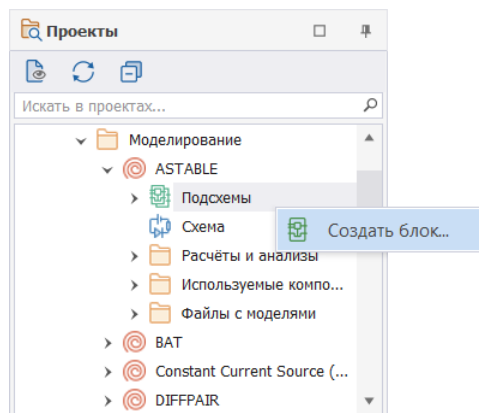

Рис. 26 Создание подсхемы
1. Вызовите контекстное меню для узла «Подсхемы» → «Создать блок», см. Рис. 26.